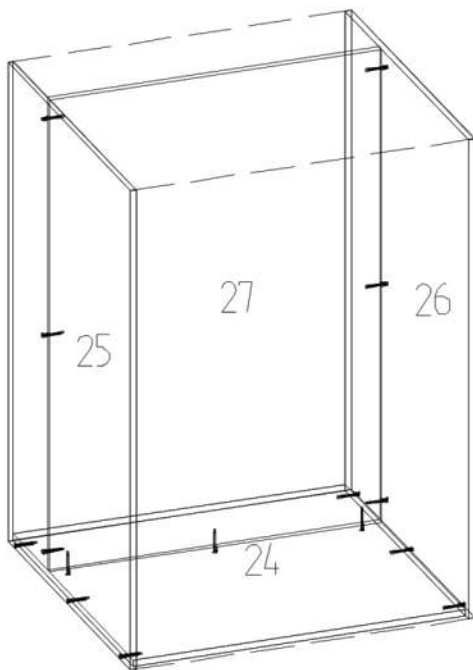

Рис. 3
- Собрать корпус ящика (рис.3). Собираем боковины поз. 30; 31 и заднюю стенку поз. 29. Использовать: Конфирматы поз. 28.
- Установить дно ящика и направляющие (рис.3) Устанавливаем дно в ящик поз. 32. Затем к боковинам прикручиваем внут. Часть направляющих согласно наметкам под саморезы Использовать: конфирматы, внут. Часть направляющих, саморез 3.5x16 белый цинк.
- Установить фасад (рис.3). Устанавливаем фасад на ящик поз. 28. Использовать: стяжки минификс + шток, заглушка минификса.
- Собрать корпус ящика (рис.3). Собираем боковины поз. 21; 22 и заднюю стенку поз. 20. Использовать: Конфирматы поз. 28.
- Установить дно ящика и направляющие (рис.3) Устанавливаем дно в ящик поз. 23. Затем к боковинам прикручиваем внут. Часть направляющих согласно наметкам под саморезы Использовать: конфирматы, внут. Часть направляющих, саморез 3.5x16 белый цинк.
- Установить фасад (рис.3). Устанавливаем фасад на ящик поз. 19. Использовать: стяжки минификс + шток, заглушка минификса.
- Собрать корпус ящика (рис.3). Собираем боковины поз. 16; 17 и заднюю стенку поз. 15. Использовать: Конфирматы поз. 28.
- Установить дно ящика и направляющие (рис.3) Устанавливаем дно в ящик поз. 18. Затем к боковинам прикручиваем внут. Часть направляющих согласно наметкам под саморезы Использовать: конфирматы, внут. Часть направляющих, саморез 3.5x16 белый цинк.
- Установить фасад (рис.3). Устанавливаем фасад на ящик поз. 14. Использовать: стяжки минификс + шток, заглушка минификса.
- Установить 1 ярус кровати и прикрепить к декоративному щиту и комоду. Использовать: саморезы 3.5x30. (38)
- Установить собранные ящики в направляющие комода согласно нумерации. (рис.3)
- Установить лесенку (37) Использовать саморезы (35)